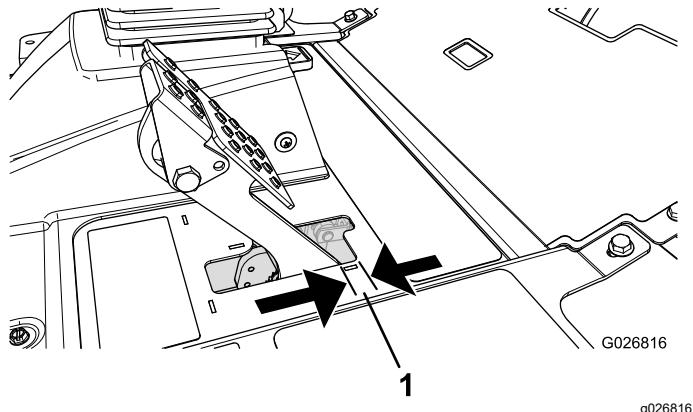

Figure 88
Réglez les freins si la garde à la pédale de frein est supérieure à 2,5 cm (1 po) (Figure 88) ou si la force de maintien offerte est insuffisante. La garde est la distance parcourue par la pédale de frein avant que le freinage soit ressenti.
2. Serrez l'écrou arrière afin de pouvoir déplacer le câble en arrière jusqu'à obtention d'une garde de 0,63 à 1,27 cm (1/4 à 1/2 po) (Figure 88), avant le blocage de la roue.